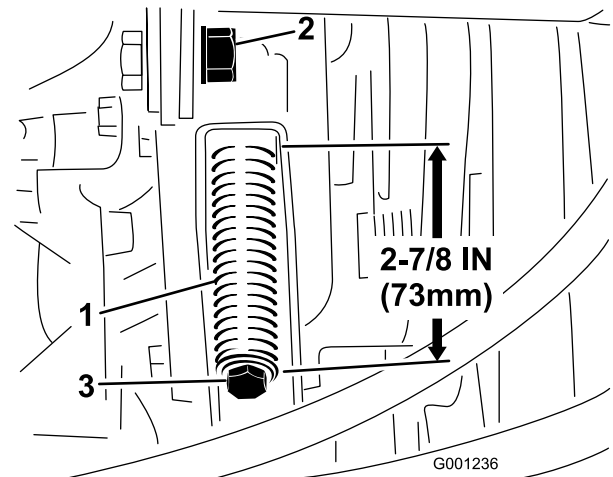

Bild 75
3. Lösen Sie die Klemmmutter der Spannstange (Bild 75).
4. Spannen oder lockern Sie die Riemenspannungsfeder mit einem 1/2"-Schraubenschlüssel (Bild 75). Stellen Sie die Feder auf eine Länge von 73 mm ein.
4. Lösen Sie die Riemenspannfeder vollständig mit einem 1/2"-Schraubenschlüssel (Bild 75).
6. Legen Sie den neuen Zapfwellenriemen auf und ziehen die Riemenscheibe auf eine Länge von 73 mm an (Bild 75).
7. Ziehen Sie die Klemmmutter fest (Bild 75) und schließen Sie die Motorhaube.